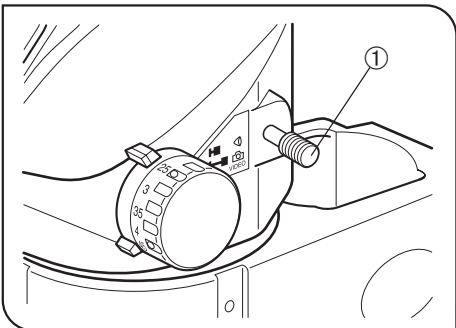

Abb. 11
7 Auswählen des Strahlengangs (SZ61 TR) (Abb. 11)
(Abb. 11)
- ★ Den Strahlengangwahlschalter ① stets bis zu einer Anschlagposition verschieben.
- 1. Für Mikroskopie durch die Binokulare den Strahlengangwahlschalter ① bis zum Anschlag einschieben. (Abb. 11)
- 2. Für den Strahlengang zur Videokamera den Strahlengangwahlschalter ① bis zum Anschlag herausziehen. (Abb. 11)